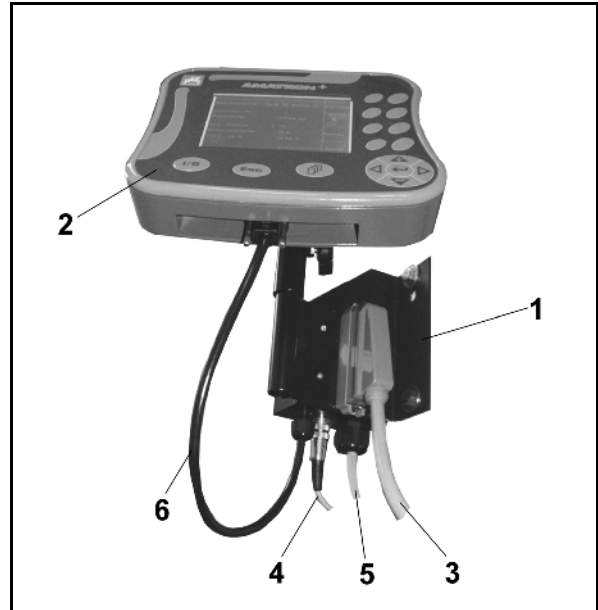

Fig. 1
L'équipement de base, prévu pour le tracteur (Fig. 1/1) (console avec distributeur), doit être monté dans le champ de vision et à portée de main à droite du conducteur. La console doit être fixée dans la cabine de façon à ne pas subir les vibrations et à être électriquement conductrice. La distance par rapport à la radio ou à l'antenne doit être d'au moins 1 m.
Le support avec le calculateur (Fig. 1/2) est inséré sur le tube de la console.
Branchez le pulvérisateurs en utilisant le connecteur machine (Fig. 1/3).
**Uniquement UF 01 :** Branchez le câble de signal (Fig. 1/4) vitesse sur la prise de signal vitesse du tracteur ou branchez le capteur x prévu dans l'équipement de base du tracteur.